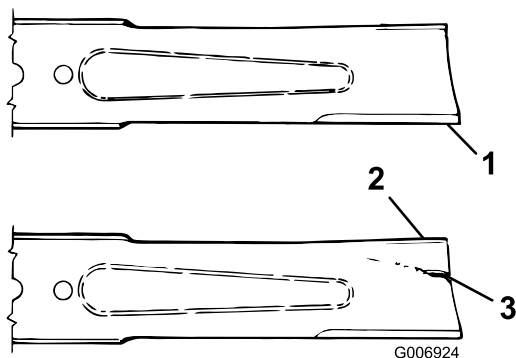

Bild 32
1. Untersuchen Sie die Schnittkanten (Bild 32). Bauen Sie das Schnittmesser aus und schärfen Sie es, wenn die Kanten nicht scharf sind oder Kerben aufweisen, siehe Schärfen der Schnittmesser“.
2. Prüfen Sie das Schnittmesser, insbesondere den gebogenen Bereich (Bild 32). Wenn Sie Schäden, Verschleiß oder Rillenbildung in diesem Bereich feststellen, sollten Sie sofort ein neues Schnittmesser einbauen.